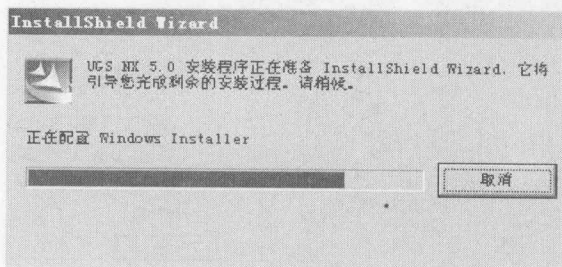

图 1-8 InstallShield Wizard 对话框
10. 接下来安装 UG NX5, 单击 NX5 Product Installation 对话框中的 **Install NX** 按钮。弹出 InstallShield Wizard 对话框, 如图 1-8 所示。系统自动进行程序配置。